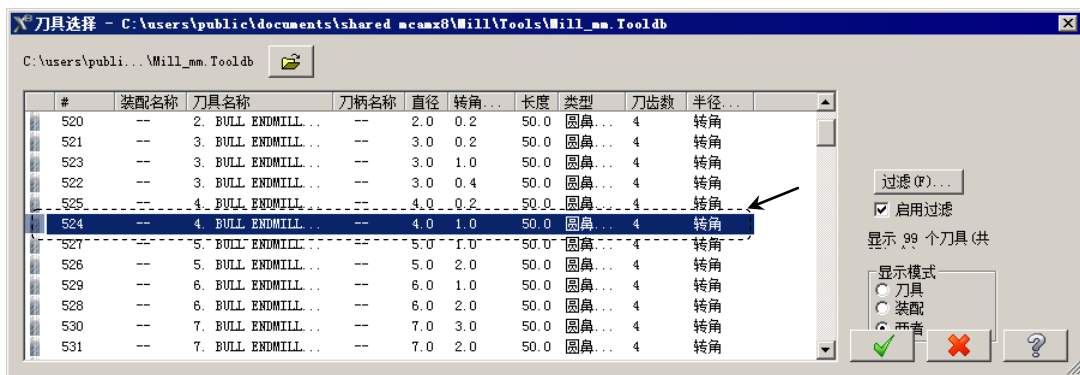

图 6.8.3 “刀具选择”对话框
(1) 确定刀具类型。在“曲面精车-残料清角”对话框中单击 **刀具过滤** 按钮，系统弹出“刀具列表过滤”对话框，单击 **刀具类型** 区域中的 **无(N)** 按钮后，在刀具类型按钮群中单击 (圆鼻刀) 按钮，单击 按钮，关闭“刀具列表过滤”对话框，系统返回至“曲面精车-残料清角”对话框。
(2) 选择刀具。在“曲面精车-残料清角”对话框中单击 **选择库刀具...** 按钮，系统弹出图 6.8.3 所示的“刀具选择”对话框，在该对话框的列表框中选择图 6.8.3 所示的刀具。单击 按钮，关闭“刀具选择”对话框，系统返回至“曲面精车-残料清角”对话框。